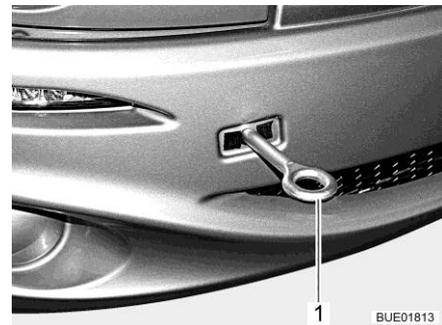

Fig. 48 Argolla de remolque, montada
- Montar la argolla de remolque (Fig. 48,1) conforme a las indicaciones en las instrucciones de funcionamiento del vehículo básico.